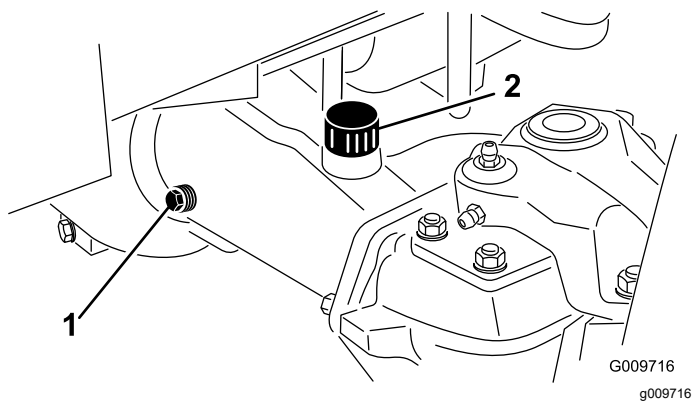

Figura 109
2. Retire o tampão de verificação que se encontra numa das extremidades do eixo (Figura 109) e certifique-se de que existe óleo até ao fundo do orifício. Se o nível estiver baixo, retire o tampão de enchimento (Figura 109) e adicione óleo suficiente para o nível de lubrificante subir até ao fundo dos orifícios do tampão de verificação.